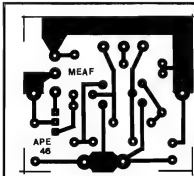

Fig. 2
- Fig. 2 - LAY OUT DO CIRCUITO IMPRESSO ESPECÍFICO - A plaquinha (cujo padrão cobreado é visto em escala 1:1, na figura) é simplíssima, pequena e pouco “congestionada, com o que mesmo principiantes não encontrarão grandes dificuldades na sua realização. De qualquer modo, recomendamos ao Leitor/Hobbysta que ainda não tenha muita prática, uma consulta atenta às INSTRUÇÕES GERAIS PARA AS MONTAGENS (encartadas permanentemente nas primeiras páginas de APE...) onde são detalhados conselhos, “dicas” e informações super-importantes quanto à boa utilização de Circuitos Impressos... O fundamental podemos adiantar já: conferir cuidadosamente a placa (seja ela feita em casa, seja adquirida pronta, com o KIT) antes de efetuar qualquer soldagem, uma vez que é muito mais fácil efetuar correções e eliminações de falhas ainda com o Impresso “limpo”, sem os componentes (depois das pegas colocadas e soldadas, além da cor-